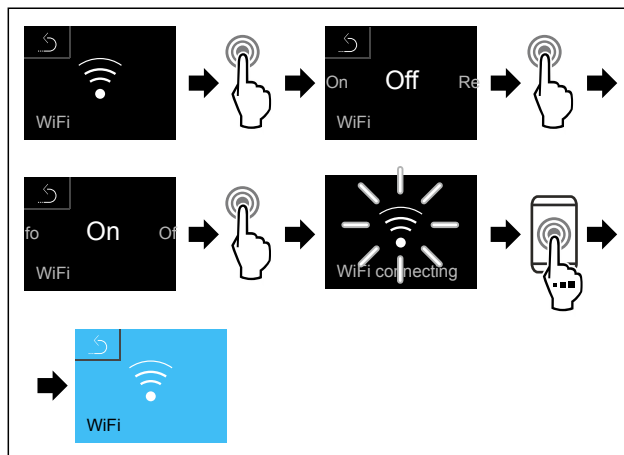

Fig. 96
- ▶ Atlikite veiksmus (žr. Fig. 96) .